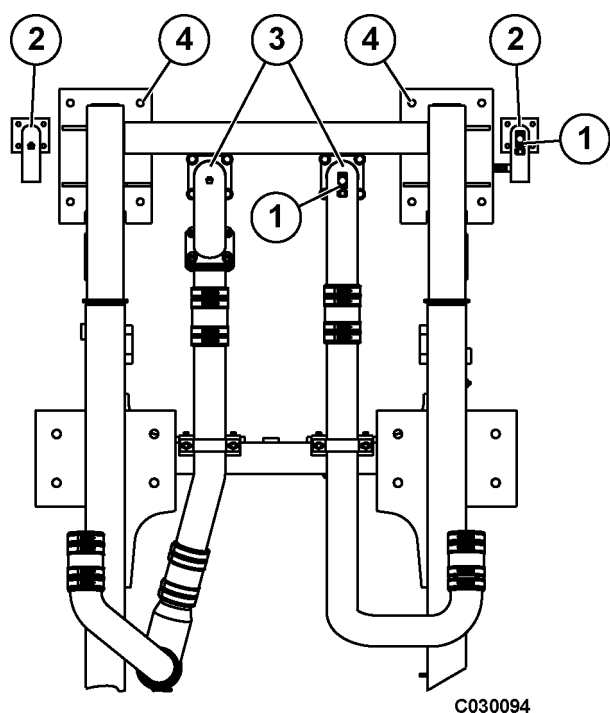

FIGURA 3-3. TUBERÍAS DEL RADIADOR, VISTA INFERIOR
6. Retire los codos de salida (2, Figura 3-3) y (3) en los tanques inferiores. Tape todas las líneas de refrigerante para evitar su contaminación.
11. Retire los elementos de montaje del radiador (4, Figura 3-3) que fija el radiador al subchasis del módulo de potencia.
- Instale los codos de salida (2, Figura 3-3) y (3) en las nuevas empaquetaduras.